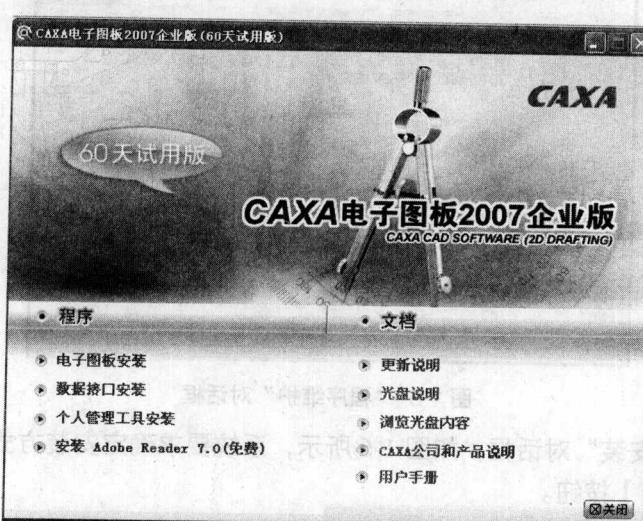

图 1-1 随书光盘的自动显现界面
(1) 将随书赠送光盘插入计算机的光盘驱动器，系统将自动显出如图 1-1 所示的界面。